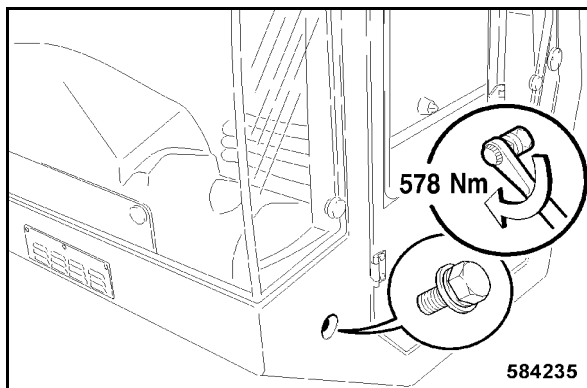

Fig. 220
- Serrer la vis de fixation avant latérale gauche à un couple de 578 Nm (Fig. 220).